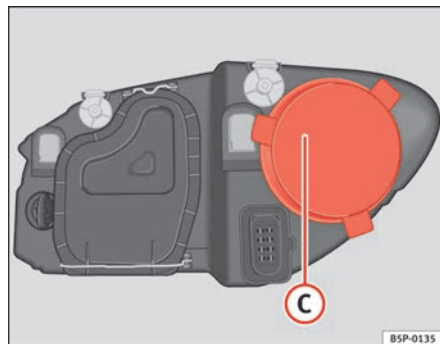

Abb. 180 Fernlicht
- Den Deckel ⇒ Abb. 180 C abziehen.